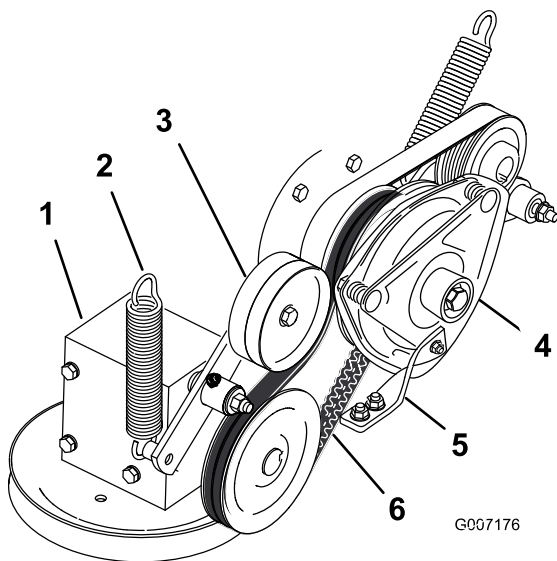

Рисунок 92
4. Снимите пружину с рычага натяжного ролика (**Рисунок 92**).
7. Проложите ремень привода вала отбора мощности вокруг шкива муфты и двух шкивов редуктора (**Рисунок 92**).
9. Установите пружину на рычаг натяжного ролика (**Рисунок 92**).